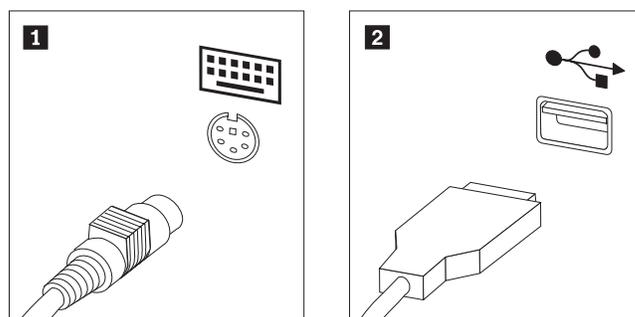

図 29. キーボード・コネクター、標準および USB
3. キーボード・コネクターの位置を確認します。図 29を参照してください。